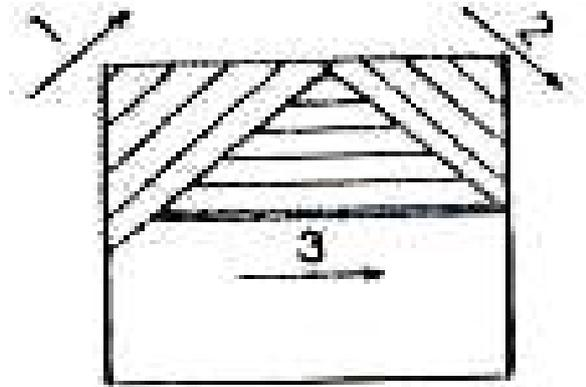

fig. 4
- ✚ Pour scier une forte épaisseur procéder par étapes successives selon l'ordre 1-2-3 (fig 4) .